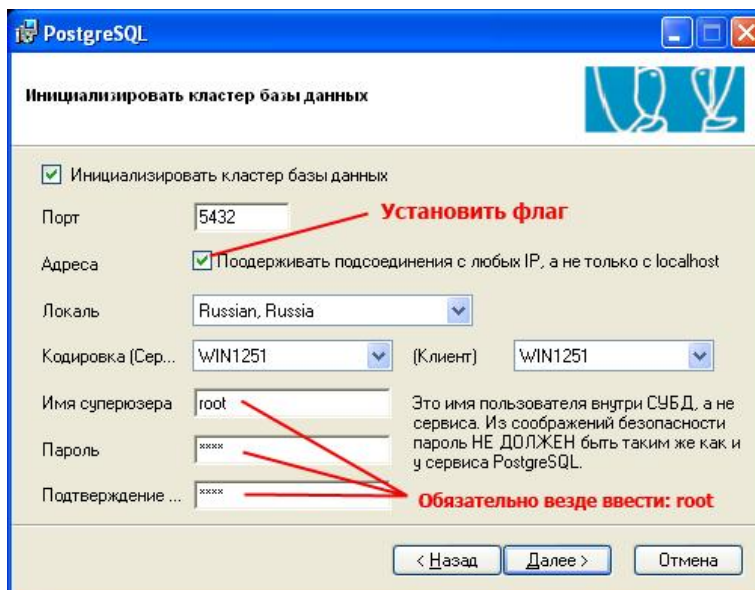

Рис. 4.2.6. Инициализация кластера базы данных
- В окне *Инициализировать кластер базы данных* введите: имя суперюзера – *root*, пароль – *root* и подтверждение пароля – *root*. Установите флаг – *Поддерживать подключение с любых IP, а не только с localhost* (рис. 4.2.6). Нажмите кнопку *Далее*.